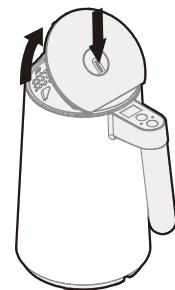

Abbildung 1
2. Wickeln Sie das Netzkabel vollständig ab und stellen Sie die Netzbasis auf eine flache, stabile und ebene Oberfläche. Drücken Sie die Taste, um den Deckel zu öffnen (siehe Abbildung 1).